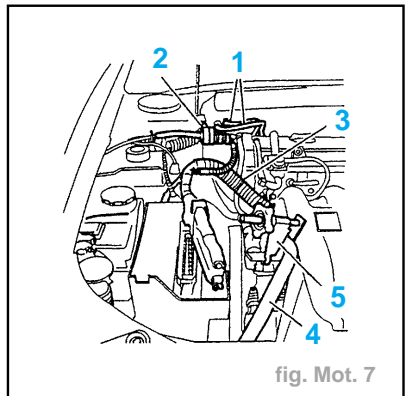

fig. Mot. 7
- Débrancher, débrider et écarter (fig. Mot. 7) :